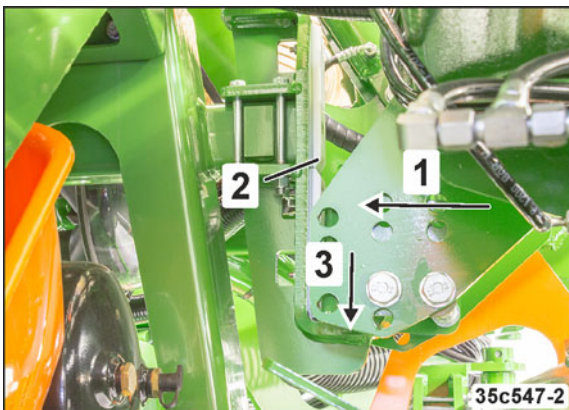

Fig. 234
- 7.1 Actionner le distributeur *vert* du tracteur jusqu'à ce que les deux tronçons de la machine (Fig. 234/1) soient placés contre les patins (Fig. 234/2) du dispositif de verrouillage de transport.
- o les tronçons de la machine soient abaissés et bloqués par les crochets de verrouillage (Fig. 234/3),
Les crochets de verrouillage (Fig. 234/3) constituent le verrouillage de transport mécanique des tronçons de la machine.
Vérifiez que les crochets de verrouillage (Fig. 234/3) sont correctement placés.